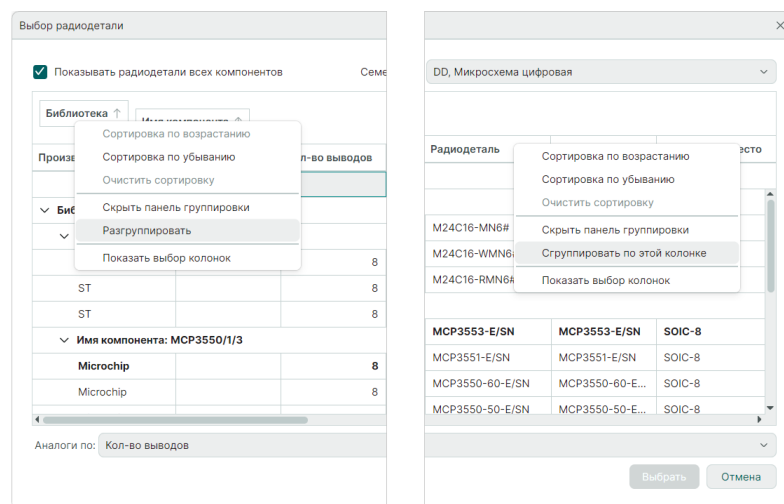

Рис. 96 Добавление/удаление столбца в панель группировки
4. Добавление столбца в панель группировки производится с помощью команды контекстного меню «Сгруппировать по этой колонке», для исключения столбца из панели группировки используйте команду «Разгруппировать», Рис. 96.